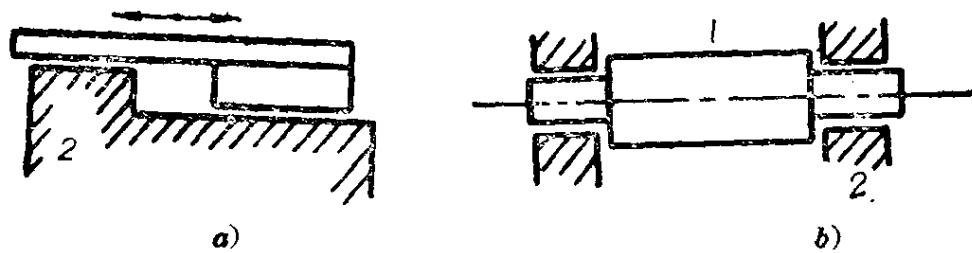

图 2-1
1) 如果两构件在几处接触而构成移动副，且在各接触处两构件相对运动的方向是一致的（图 2-1, a），或者两构件在几处配合